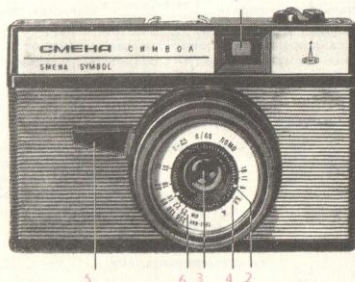

Рис. 1
4.1. Составные части фотоаппарата (рис. 1, 2, 3, 4, 5, 6)